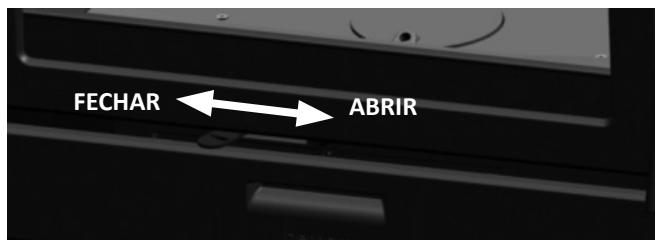

FIG. 3
- Deslocando a válvula de regulação da esquerda para a direita, há mais envio de ar para a combustão (Fig. 3).